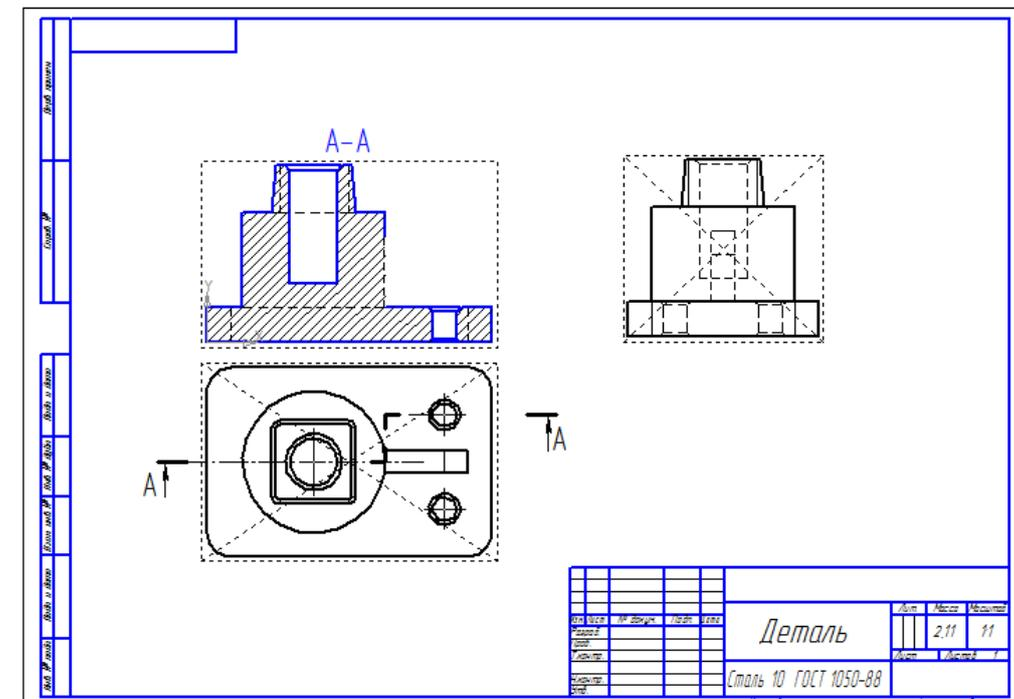

Рисунок 68
9. После этого на экране появится фантом изображения в виде габаритного прямоугольника это и есть разрез. По линии проекционной связи поместите его на место главного вида (рисунок 68).